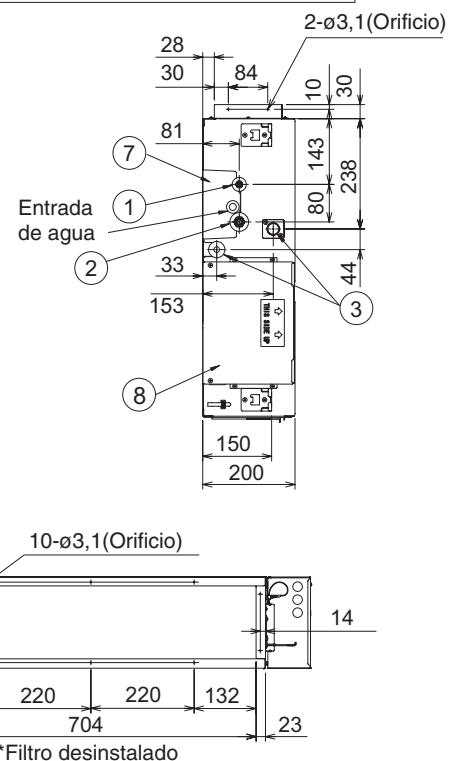

Fig. 3-2
- El diagrama muestra las dimensiones detalladas de la unidad interior. (Fig. 3-2)